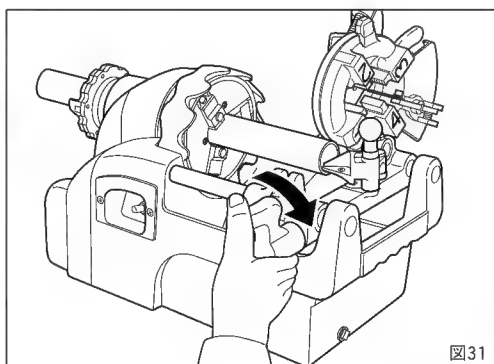

図31
- ③ スイッチを入れてパイプを回転させてから送りハンドルでリーマをパイプに押しつけ、パイプが1回転以上したらリーマをパイプからはなしてください。これで面取りは完了です。(図31)